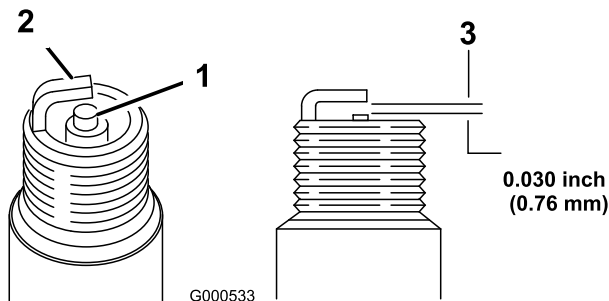

Figura 22
1. Controllate le candele (Figura 22).
2. Controllate la distanza tra gli elettrodi centrale e laterale (Figura 22). Piegate l'elettrodo laterale se la distanza non è corretta.